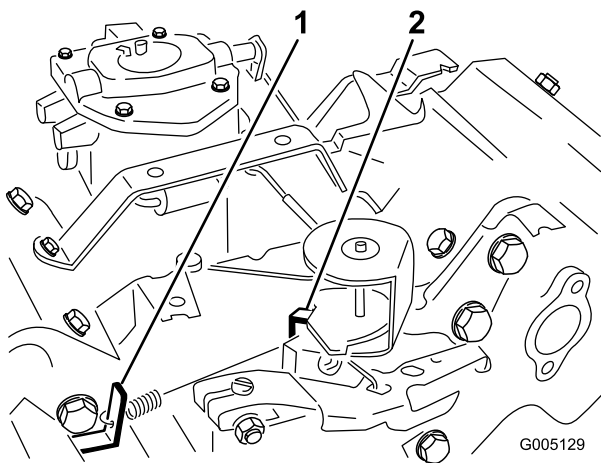

Figure 47
3. Courbez la languette d'ancrage du ressort de ralenti réglé (Figure 47) pour obtenir un régime de ralenti de $1\ 650 \pm 100$ tr/min. Vérifiez le régime avec un compte-tours.
- Régalez la commande d'accélérateur en position haut régime. Pliez la languette d'ancrage du ressort de haut régime (Figure 47) pour obtenir un haut régime de $2\ 850 \pm 50$ tr/min.